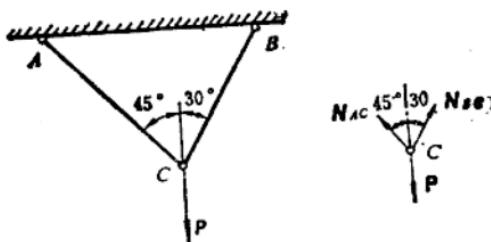

图 1.17
1.17 图1.17示结构中AC、BC均为直径 $d = 20 \text{ mm}$ 的圆截面直杆，两杆材料均为 A_3 钢，许用应力 $[\sigma] = 160 \text{ MPa}$ ，求此结构的许可载荷。